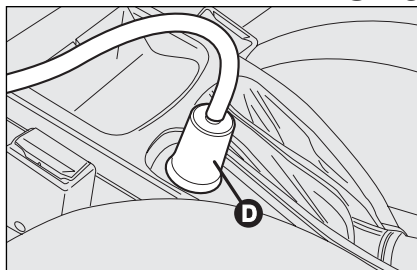
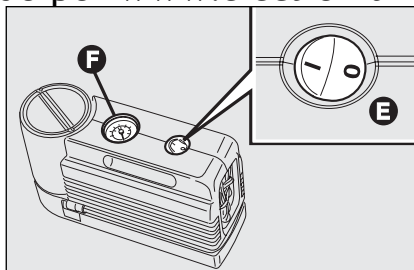

fig. 15
fig. 16
- asegúrese de que el interruptor **E-fig. 16** del compresor esté en posición **0** (apagado), ponga en marcha el motor, introduzca el enchufe **D-fig. 15** en la toma del encendedor y accione el compresor poniendo el interruptor **E-fig. 16** en posición **I** (encendido). Infle el neumático a la presión prescrita "Presión de inflado" en el capítulo "Características técnicas". Para obtener una lectura más precisa, le aconsejamos controlar el valor de la presión en el manómetro **F-fig. 16** con el compresor apagado;